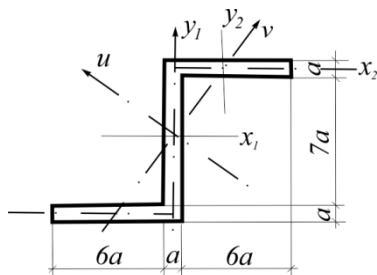

Рис.3.9
**3.9. Вычислить центробежный момент инерции плоской фигуры относительно осей  $u, v$ , при этом ось  $v$  проходит через центры тяжести трех одинаковых прямоугольников, составляющих фигуру (рис.3.9).**